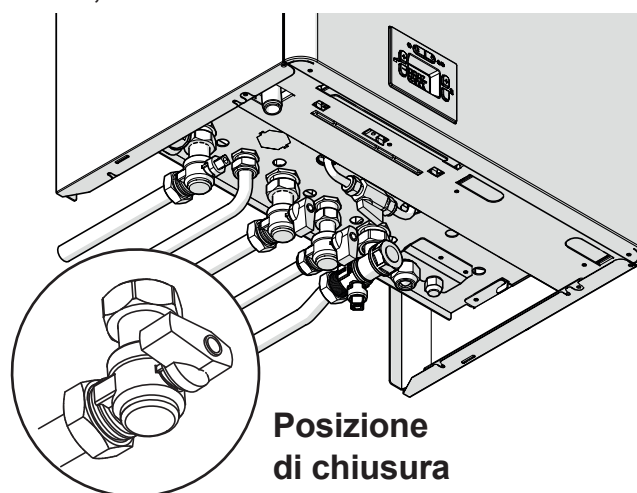

Figura 4.11
- Chiudete i rubinetti della caldaia Figura 4.11;